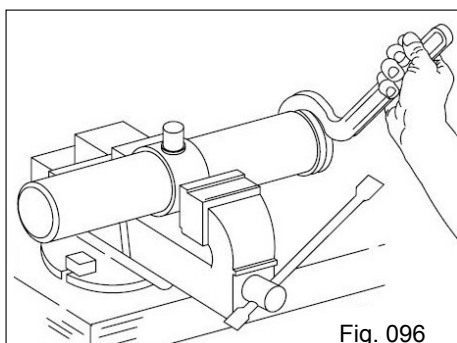

Fig. 096
- Fixe o cilindro em uma morsa (Fig. 096) e com uma chave especial, solte a porca do guia, retirando a haste com o êmbolo;